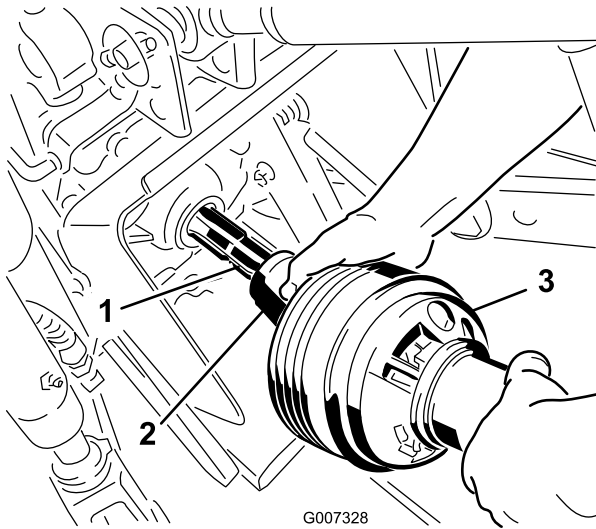

Figura 10
- Monte la sección exterior del árbol de la TDF en el árbol de salida de la TDF de la unidad de tracción (Figura 10).
9. Conecte la sección exterior del árbol de la TDF al árbol de la TDF de la unidad de tracción (Figura 10).